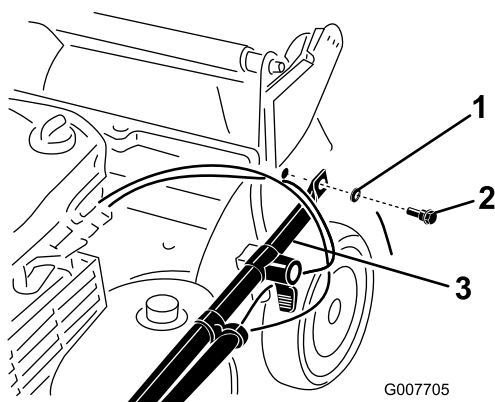

Figura 4
3. Fija los extremos del manillar al alojamiento del cortacésped con 2 arandelas y 2 pernos de manillar (Figura 4), **pero no apriete los pernos del manillar.**
Importante: Coloque los cables en el *exterior* del manillar (Figura 4).